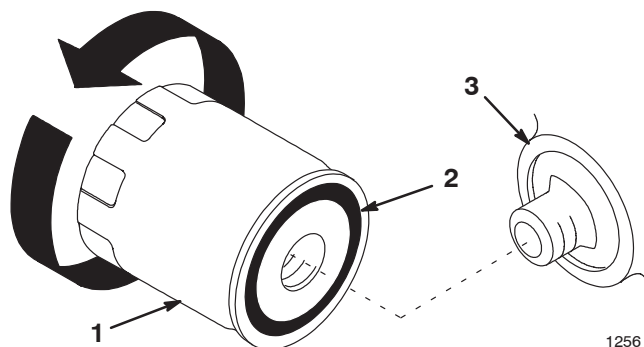

Figure 20
2. Déposez le filtre à huile usagé et essuyez la surface du joint de l'adaptateur (Fig. 20).
3. Appliquez une fine couche d'huile neuve sur le joint en caoutchouc du filtre de rechange (Fig. 20).
5. Serrez le filtre à huile de 1/2 à 3/4 de tour (Fig. 20).